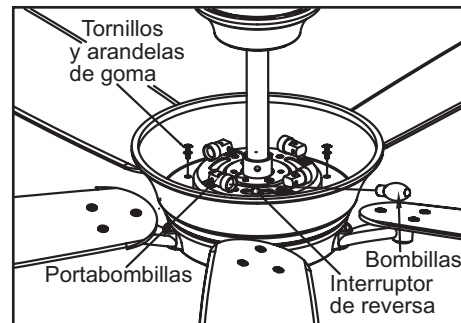

Figura 10
- Con cuidado coloca la carcasa de vidrio decorativa sobre el ensamblado del motor (Figura 10).
Este ventilador se envía desde la fábrica con el interruptor de reversa posicionado para hacer circular el aire hacia abajo. Si deseas dirigir la corriente de aire en la dirección contraria, apaga el ventilador y espera que las aspas se detengan, luego desliza el interruptor de reversa (ubicado en la caja de interruptores, consulta la Figura 10 de la página 5) hacia la dirección opuesta y luego vuelve a prender el ventilador. Las aspas del ventilador girarán en sentido contrario y revertirán la dirección de la corriente de aire.